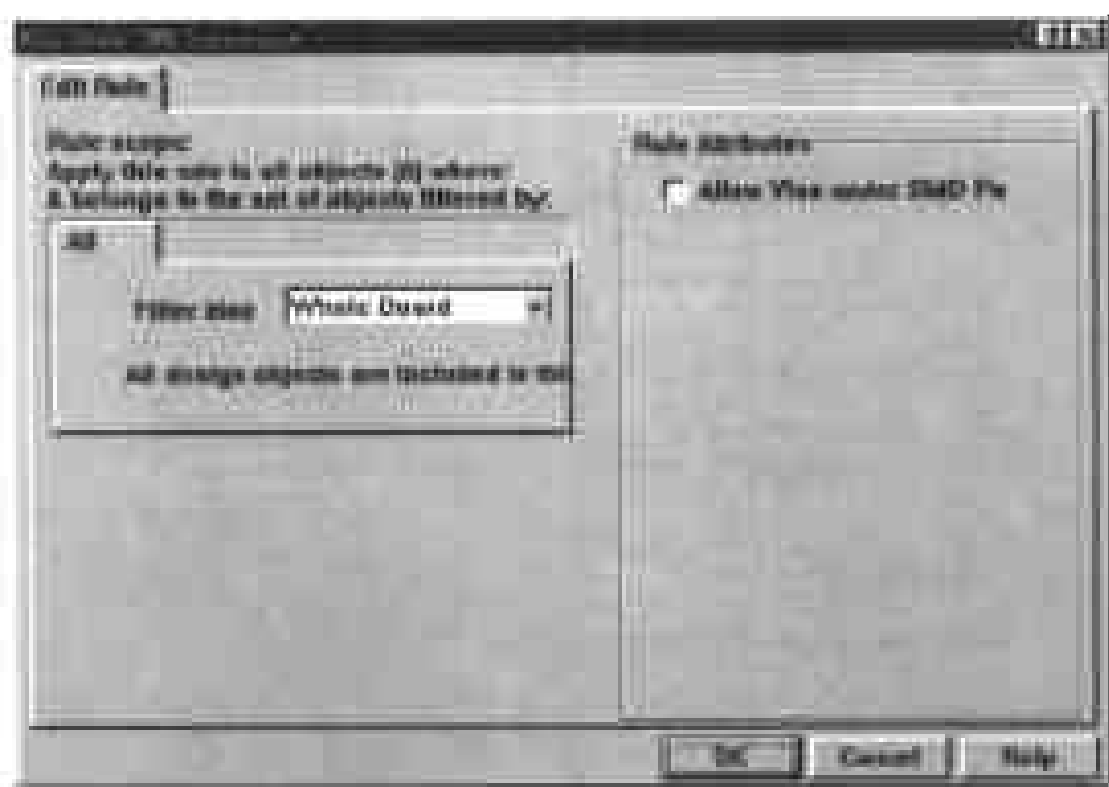

图 9-38 设置 SMD 焊盘下可否放置过孔的对话框
(1) 选择 Design > Rules,在弹出的 Design Rules 对话框中单击 High Speed 标签,然后在对话框的 Rule Classes 列表框中单击 Vias Under SMD Constraint。
(2) 此时在对话框下部的方框中只包含 Scope 和 Allowed 两个栏目,由于 Protel 99 没有提供这方面的预置规则,因此方框中也是一片空白。
(3) 在对话框下部单击 Add 命令按钮,弹出如图 9-38 所示的对话框,供用户设置在 SMD 焊盘下放置过孔的规则。
(4) 在对话框左边单击 Filter kind 选项的下拉列表框,在弹出的下拉列表中包含了 Whole Board, Region, From-To Class, From-To, Net Class, Net 和 Pad 7 个选项,供用户设定此规则的适用范围,此选项的取值对应于 Design Rules 对话框下部方框的 Scope 栏。
(5) 在对话框右边单击 Allow Vias under SMD Pads 复选框,允许在 SMD 焊盘中放置过孔,此选项的设置对应于 Design Rules 对话框下部的方框中对应于 Allowed 栏。
(6) 设置好各个选项后,在对话框下部单击 OK 命令按钮,返回 Design Rules 对话框,用户设置的新规则将显示在对话框下部的方框中。单击 Close 命令按钮,返回工作窗口,完成此选项的设置。